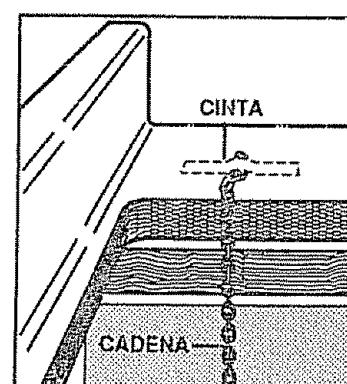

Fig. 4
- 3) Usando la cinta de empaque, pegue provisoriamente la punta suelta de la cadena a la parte de atrás de la superficie del mesón (Vea Fig. 4).